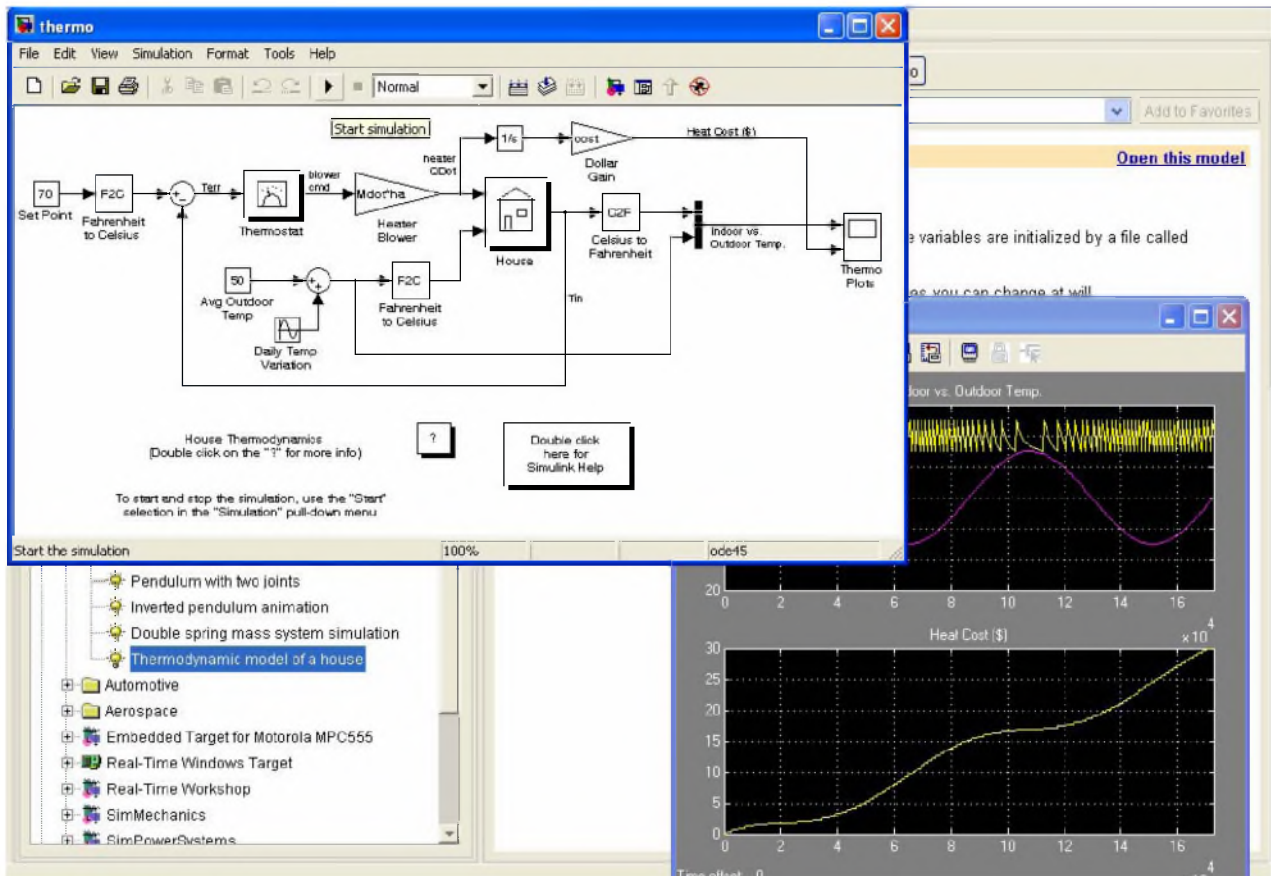

Рис.1.9. Термодинамическая модель дома
2.3. Ознакомьтесь с моделью «Термодинамическая модель дома», тоже находящейся в Главной папке SIMULINK (рис. 1.9). В этой модели можно поменять температуру окружающей среды, среднюю температуру в доме (в Фаренгейтах) и последить на графиках, как будет меняться температура, расход электроэнергии и плата за электричество.